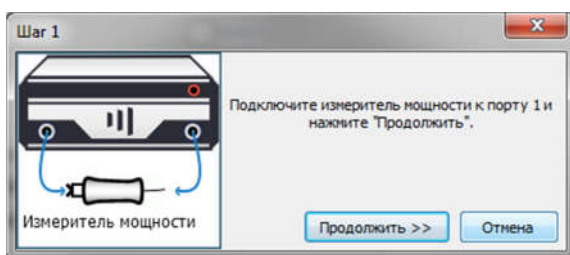

Рисунок 2.168 – Калибровка выходной мощности
- Задать допустимое отклонение мощности, а также скорректировать ее смещение, если используется внешний усилитель или аттенюатор. Нажать кнопку «Калибровка» для требуемого выходного разъема и следовать инструкциям (рисунок 2.168).